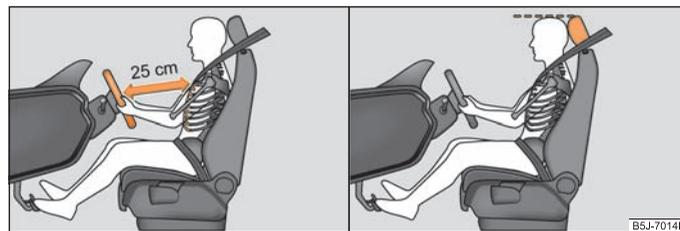

Abb. 104 Der richtige Abstand des Fahrers vom Lenkrad / die richtige Kopfstützeinstellung des Fahrers
- Stellen Sie das Lenkrad so ein, dass der Abstand zwischen Lenkrad und Brustbein mindestens 25 cm beträgt \Rightarrow Abb. 104.
- Stellen Sie die Kopfstütze so ein, dass die Oberkante der Kopfstütze sich möglichst auf einer Höhe mit dem oberen Teil Ihres Kopfes befindet \Rightarrow Abb. 104 rechts.
- Der Fahrer muss einen Abstand zum Lenkrad von mindestens 25 cm einhalten ⇒ Seite 114, Abb. 104. Wenn Sie den Mindestabstand nicht einhalten, kann Sie das Airbag-System nicht schützen – Lebensgefahr!
- Stellen Sie die Kopfstütze so ein, dass die Oberkante der Kopfstütze sich möglichst auf einer Höhe mit dem oberen Teil Ihres Kopfes befindet ⇒ Seite 114, Abb. 104 rechts.
- Stellen Sie die Kopfstützen so ein, dass die Oberkante der Kopfstützen sich möglichst auf einer Höhe mit dem oberen Teil Ihres Kopfes befinden ⇒ Seite 114, Abb. 104 rechts.